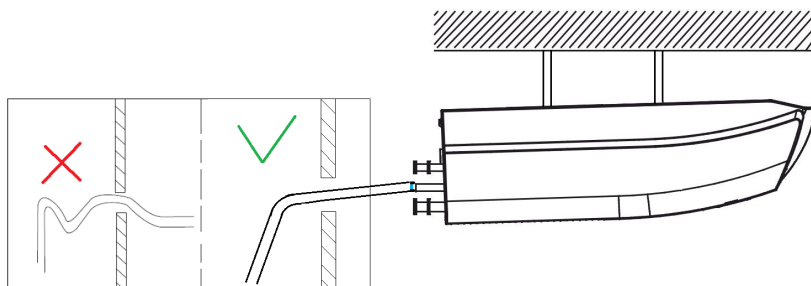

Рис.2.18
- На дренажной трубе (шланге) не должно быть перегибов, скручивания и т.п. необходимо обеспечить свободный отвод конденсата (рис.2.18)